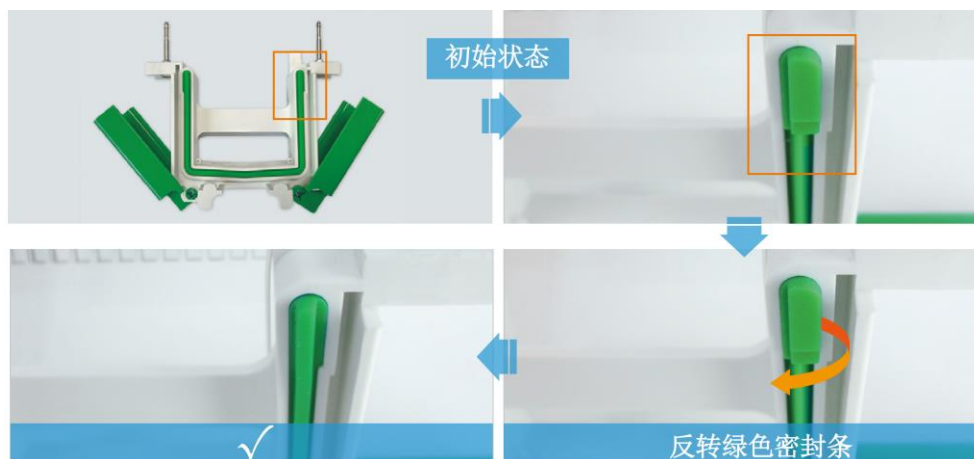

图 3. Bio-Rad 电泳槽使用方法
- ❖ 使用 **Bio-Rad** 电泳槽需将内框架的绿色密封条取出，将其平坦面朝外重新插回内框架的凹槽中。(如图 3)